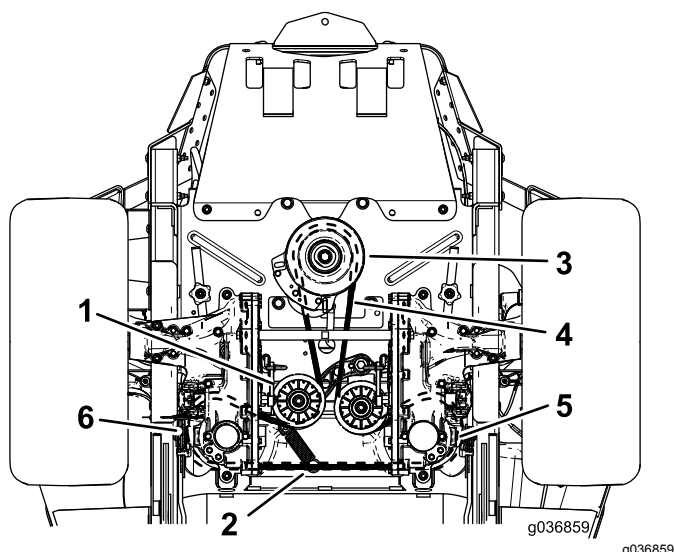

Рисунок 67
4. Поднимите машину и установите ее на подъемные опоры (Рисунок 67).
6. Снимите пружину натяжного шкива со штыря (Рисунок 67).
8. Проложите новый ремень вокруг шкива двигателя и 2 шкивов гидравлических насосов (Рисунок 67).